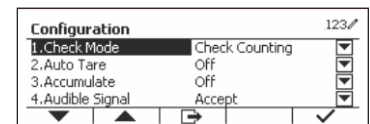

Figure 60
- Appuyez sur le bouton multifonction correspondant à l'icône  pour accéder aux réglages de configuration. Le menu de configuration est maintenant affiché. (Voir Figure 60)